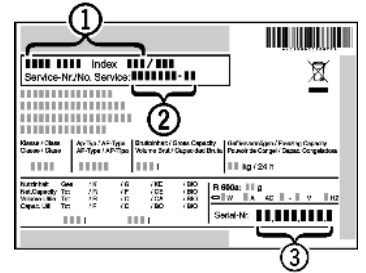

Fig. 14
*Fig. 14 (1)*, service-nr. *Fig. 14 (2)* en serie-nr. *Fig. 14 (3)* van het typeplaatje aflezen. Het typeplaatje bevindt zich aan de linkerkant binnen in het apparaat.
- ▶ Contact opnemen met de Technische Dienst en het probleem, apparaataanduiding *Fig. 14 (1)*, service-nr. *Fig. 14 (2)* en serie-nr. *Fig. 14 (3)* mededelen.